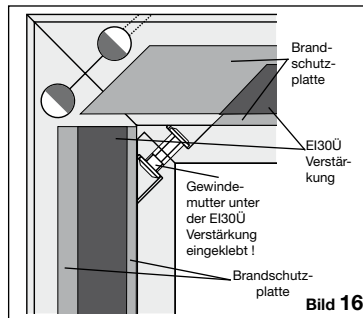

Bild 16
- Den Fertigfutterstock nach Standardmontageanleitung zusammenbauen. Bei den Futterlängsteilen ist die erste Gewindemutter unter der EI30Ü Verstärkung eingeklebt. (siehe Bild 16).